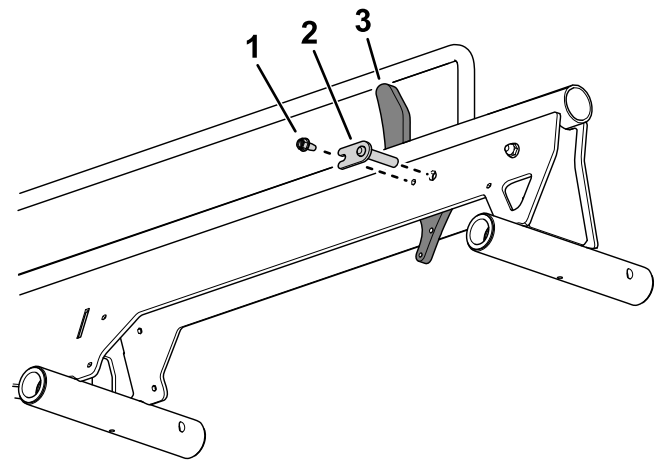

**Figura 1**
1. Montați uruburi și piulițe cu flanșă (1/4") pe ansamblul platformei de încărcare (Figura 1).